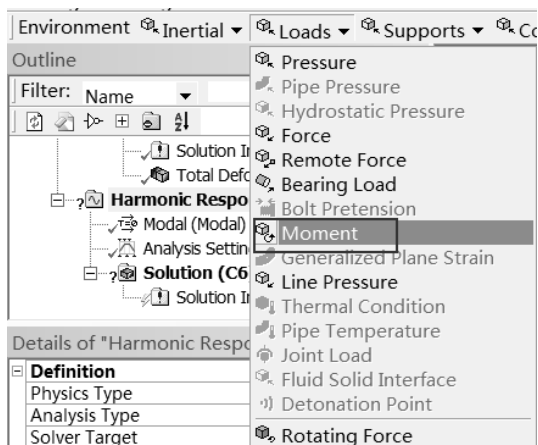

图 7-48 施加惯性力
Step4: 选择 Mechanical 界面左侧 Outline (分析树) 中的 Harmonic Response (C5) 选项, 如图 7-48 所示, 选择 Environment 工具栏中的 Loads (载荷) Moment (力矩) 命令, 此时在分析树中会出现 Moment 选项。